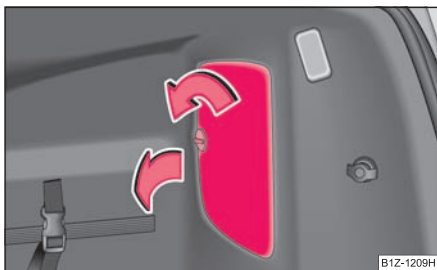

Fig. 252 Portbagajul:
- Deblocați siguranța și deschideți capacul suportului becului ⇒ fig. 252.